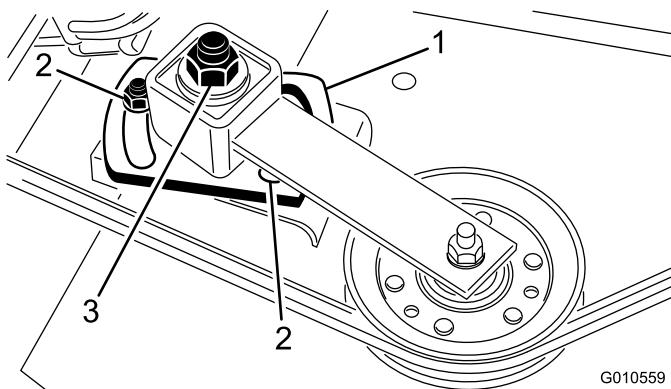

Figura 28
4. Afloje las 2 tuercas que sujetan la placa tensora. Usando una llave dinamométrica con llave de vaso, apriete la tuerca de ajuste de la polea tensora a 24–41 N·m (Figura 28).